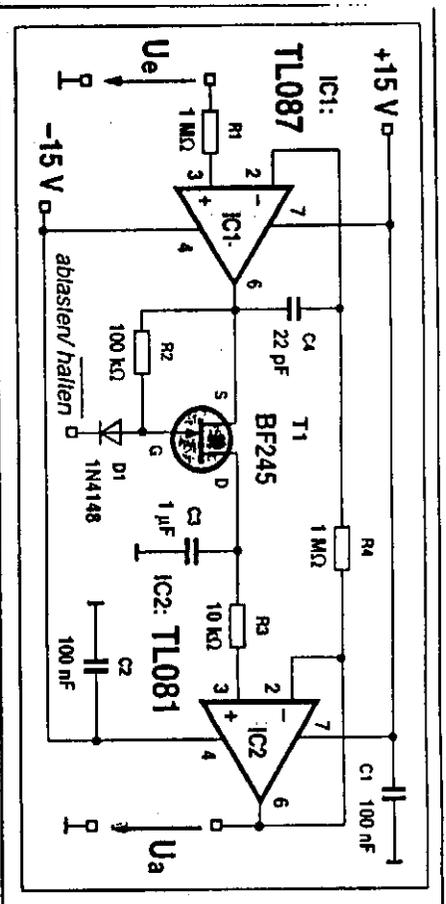

Bild 110: In dieser Ablast- und Halteschaltung wirkt sich nur die Offset-Spannung von IC1 fehlerhaft aus.
■ In der erweiterten Schaltung von Bild 110 erkennen Sie wieder den altbekannten Trick der Rückführung: dadurch weichen Aus- und Eingangsspannung nur noch um die IC1-Offset-Spannung voneinander ab, d.h. der OpAmp-2-Offset wird auf diese Weise eliminiert (daher wurde im Eingang der TL087 mit einer besonders niedrigen Offset-Spannung von nur 0,5 mV verwendet).